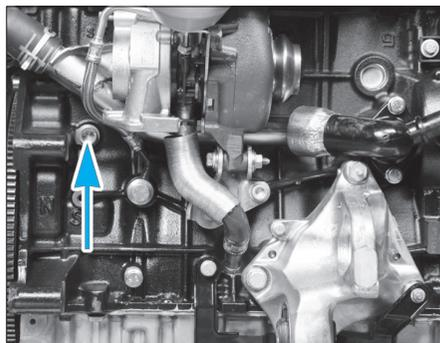

Fig. 16
- Déposer le bouchon de vidange du bloc-cylindres (Fig.16).